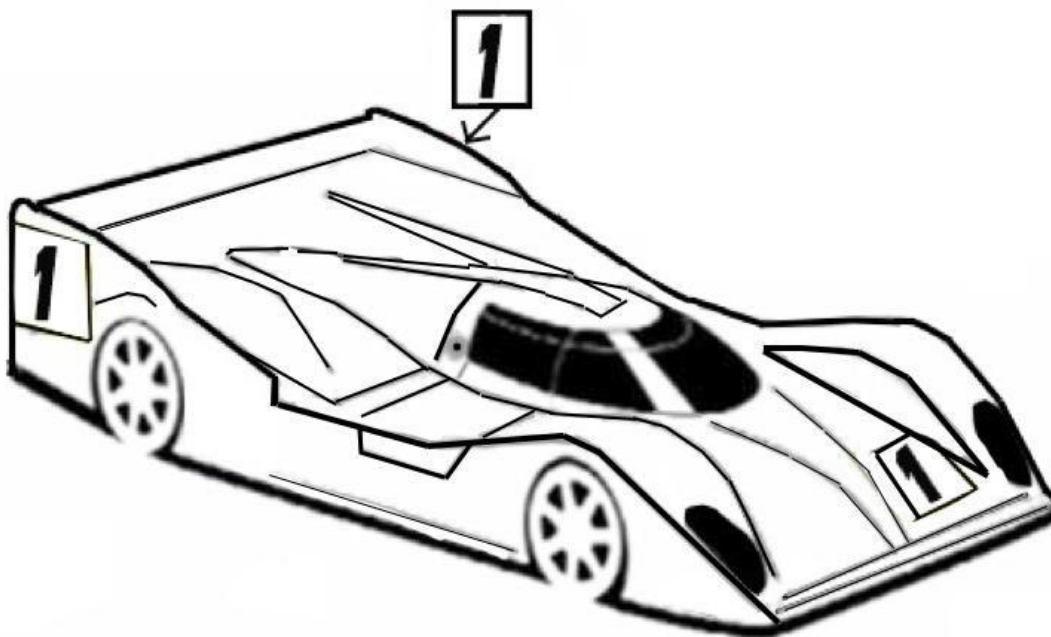

Figura 5: Disposizione corretta dei numeri di gara sul modello
- d) **Disposizione numeri di gara Pista 1/8 IC**: prima della partenza delle manche di qualifica e delle fasi finali i Piloti sono obbligati a posizionare sulla propria carrozzeria i numeri di gara, consegnati dagli Organizzatori come mostrato in **Figura 5**, al fine di garantire una maggiore visibilità da parte della Direzione di Gara. La non corretta posizione dei numeri di gara comporta il richiamo del modello del Pilota, da parte del Direttore di Gara affinché questi li disponga come da Regolamento (vedi figura 5 sottostante).